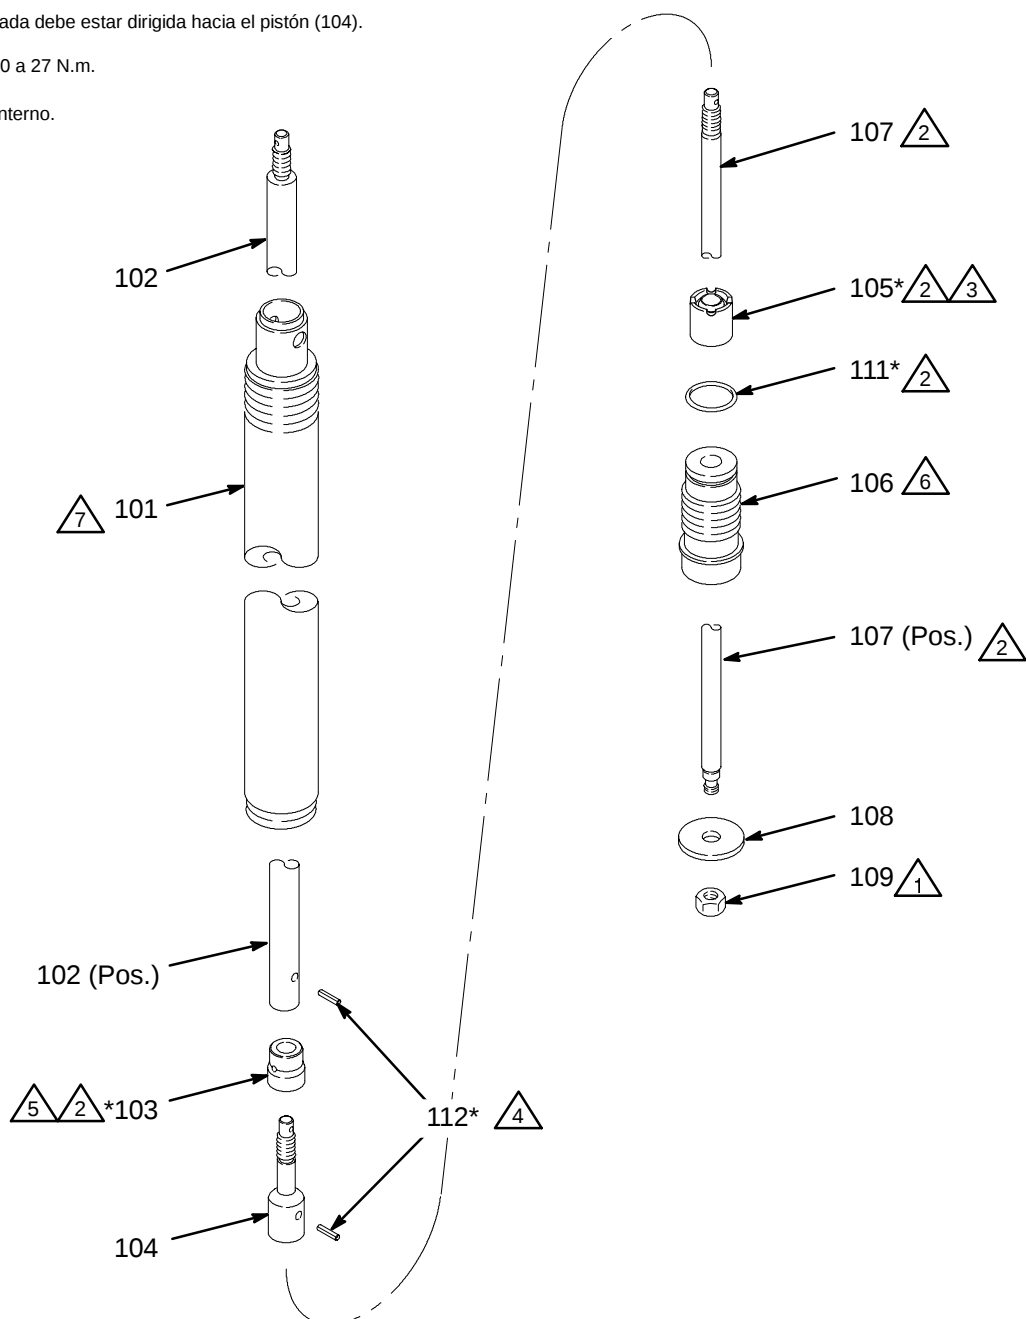

Fig. 9
1. Desconecte la base de la bomba del motor neumático (1) como se explica en la página 15.
2. Desenrosque el retén de empaquetadura (106) del cilindro de la bomba (101). Extraiga la totalidad del conjunto de la bomba de la parte inferior del cilindro. Vea la Fig. 9.
3. Extraiga el pasador (112) de la biela (102) y del pistón (104). Desenrosque el pistón de la varilla. Deslice la junta (103) sacándola del pistón.
4. Extraiga el pasador (112) del pistón (104) y de la varilla del pistón de cebado (107). Desenrosque la varilla.
5. Deslice la junta de admisión (105) de la varilla (107). Esto podría resultar difícil debido a la fricción entre la junta y la varilla.
6. Deslice el retén de empaquetadura (106) sacándolo de la varilla (107). Saque la junta tórica (111) del retén de empaquetadura.
7. Revise la junta tórica (111) y el pistón de cebado (108) en busca de muescas o daños. Es normal que el pistón se mueva ligeramente en la varilla. Si fuera necesario reemplazar una de estas piezas, vaya al paso 8.
8. Si fuera necesario reemplazar la varilla (107) o el pistón de cebado (108), introduzca un punzón por el orificio del pasador, en la parte superior de la varilla, para inmovilizarlo. Desenrosque la tuerca (109), y saque el pistón de cebado. **Si no es necesario reemplazar las piezas 107 ó 108, déjelas ensambladas.**
1. Si se había desmontado el pistón de cebado (108) de la varilla del pistón de cebado (107), vuelva a colocarlo en las roscas de la parte inferior de la varilla (el extremo que no tiene orificio para el pasador) y sujételo con la tuerca (109). Apriete a un par de 4,0 a 5,1 N.m. Lubrique la varilla. Vea la Fig. 9.
2. Lubrique la junta tórica (111\*) e instálela en el retén de empaquetadura (106). Deslice el retén en la varilla (107), con la junta tórica en la parte superior. Lubrique la junta de admisión (105\*) y deslícela en la varilla, con el lado plano dirigido hacia el retén de empaquetadura. Debería producirse cierta fricción entre la junta y la varilla. Si no hubiera fricción o fuera muy ligera, reemplace la varilla o la junta. No es necesario deslizar la junta completamente en el retén.
3. Enrosque el pistón (104) en la varilla (107) hasta que los orificios del pasador queden alineados. Coloque el pasador (112\*). Asegúrese de que el pasador quede completamente introducido o por debajo de la superficie del pistón, en ambos lados.
4. Lubrique la junta (103\*) y colóquela en el pistón (104), con la parte grande biselada dirigida hacia el pistón.
5. Enrosque la biela (102) en el pistón (104) hasta que los orificios del pasador queden alineados. Coloque el pasador (112\*). Asegúrese de que el pasador quede completamente introducido o por debajo de la superficie de la biela, en ambos lados.
6. Lubrique el interior del cilindro (101). Deslice el conjunto de la varilla por la parte inferior del cilindro. Es posible que note mucha fricción, pero no utilice un martillo ni un mazo de goma para introducir el conjunto, con el fin de evitar el dañar las piezas.
7. Enrosque el retén de empaquetadura (106) en el cilindro (101). Usando una llave de tubo o una llave de pata, apriete a un par de 20 a 27 N.m.
8. Siga empujando el conjunto de la varilla tanto como sea posible. Vuelva a conectar la base de bomba al motor neumático (1), tal como se explica en la página 15.